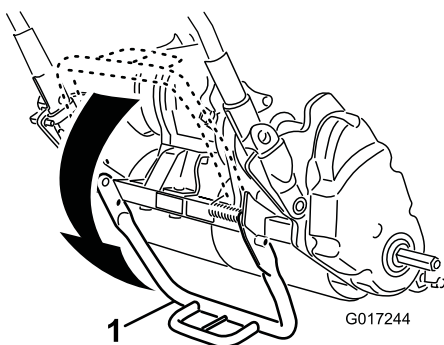

Figura 18
1. Empuje el centro del caballete hacia abajo con el pie, y tire hacia arriba del soporte del manillar inferior hasta que el caballete haya girado hacia delante más allá del centro del arco (Figura 18).